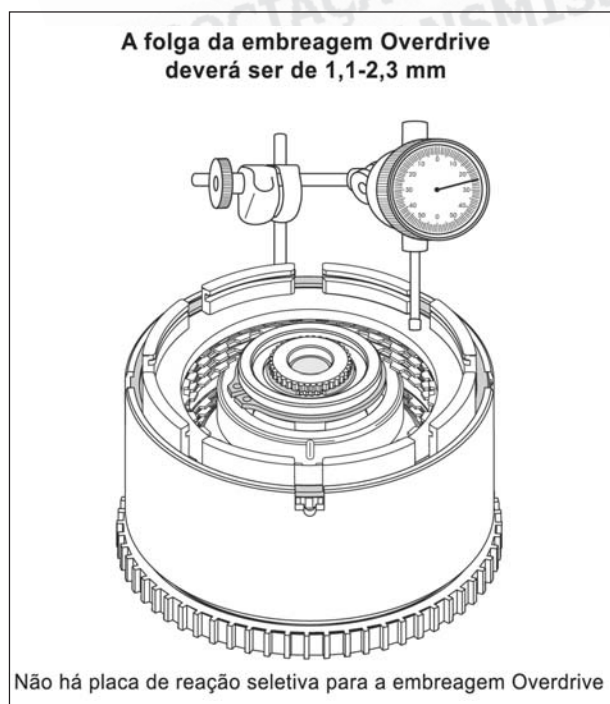

Figura 190
35. Instale um relógio comparador na carcaça da embreagem de entrada e zere o relógio contra a placa de reação, conforme mostra a figura 190.